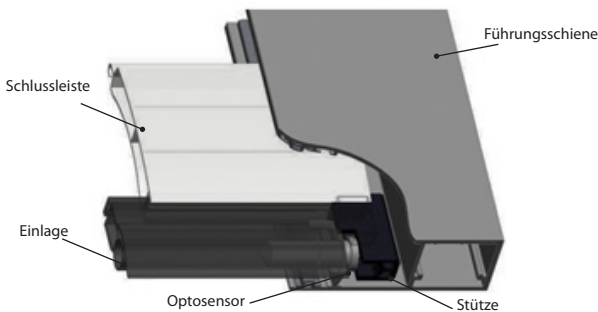

Abb. 4 Anordnung der Elemente der Schließkantensicherung
- In die Einlage der Schlussleiste werden Optosensoren beidseitig eingebaut. Zum Schutz der Optosensoren vor Beschädigung werden in die Schlussleiste zwei Stützen beidseitig angebracht (Abb. 4)